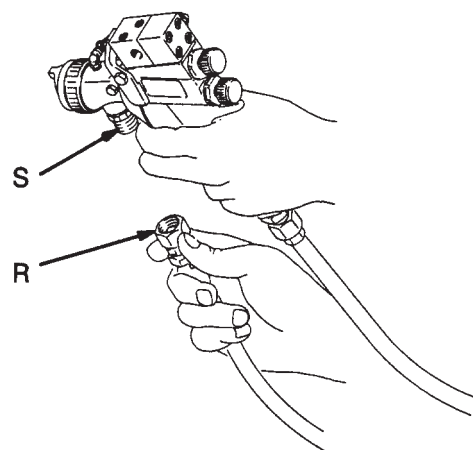

Fig. 3
- A. Raccorder le flexible produit (R) à l'entrée de colle (S) à filetage composé de 3/8-18 npsm (R3/8-19). Voir la Fig. 3.